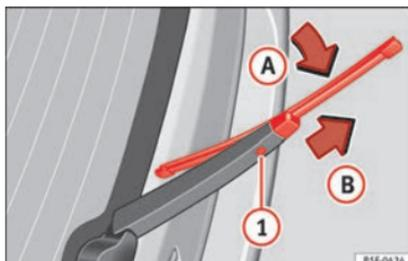

Abb. 80 Scheibenwischerblatt der Heckscheibe auswechseln.
- Scheibenwischerblatt oben in Richtung Scheibenwischerarm »» **Abb. 80** (Pfeil **A**) klappen.
- Entriegelungstaste »» **Abb. 80** **1** gedrückt halten und gleichzeitig das Scheibenwischerblatt in Pfeilrichtung **B** abziehen. Dies ist wahrscheinlich mit einem größeren Kraftaufwand verbunden.
- Neues Scheibenwischerblatt **gleicher Länge und Ausführung** auf den Scheibenwischerarm entgegen der Pfeilrichtung »» **Abb. 80** **B** schieben, bis es einrastet. Dabei muss sich das Scheibenwischerblatt in abgeklappter Position (Pfeil **A**) befinden.